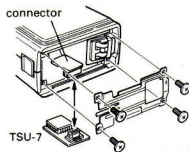

Fig 1.
3. Desmontar la caja de batería ya quitar los 4 tornillos del panel frontal usado para sostener la placa de terminales de la parte inferior de la unidad. (Fig.1)